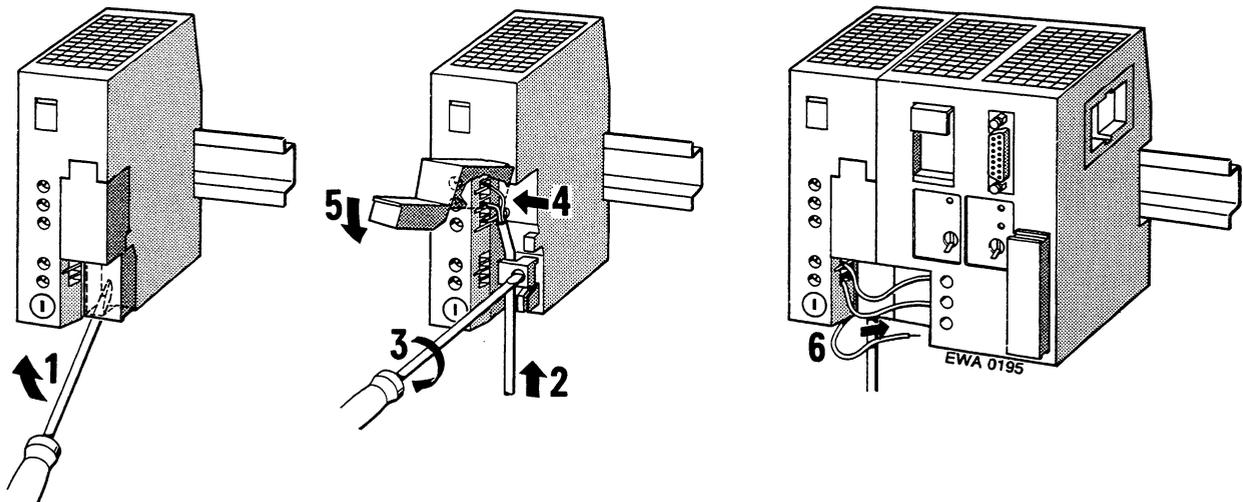

Fig. 3.11 Raccordement du module d'alimentation et du module unité centrale (CPU)
- ▶ Raccorder le câble du secteur aux bornes L1, N et  $\perp$  (cf. figure 3.11) et